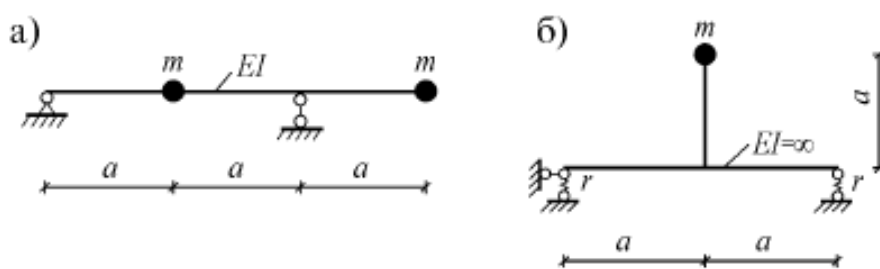

Рис. 3.13
11. Определить частоты собственных колебаний балки постоянной жесткости  $EI$  с двумя точечными массами (рис. 3.13 а).
12. Определить частоты собственных колебаний жесткой невесомой рамы с точечной массой, опирающейся на две упругие опоры жесткости  $r$  (рис. 3.13 б).